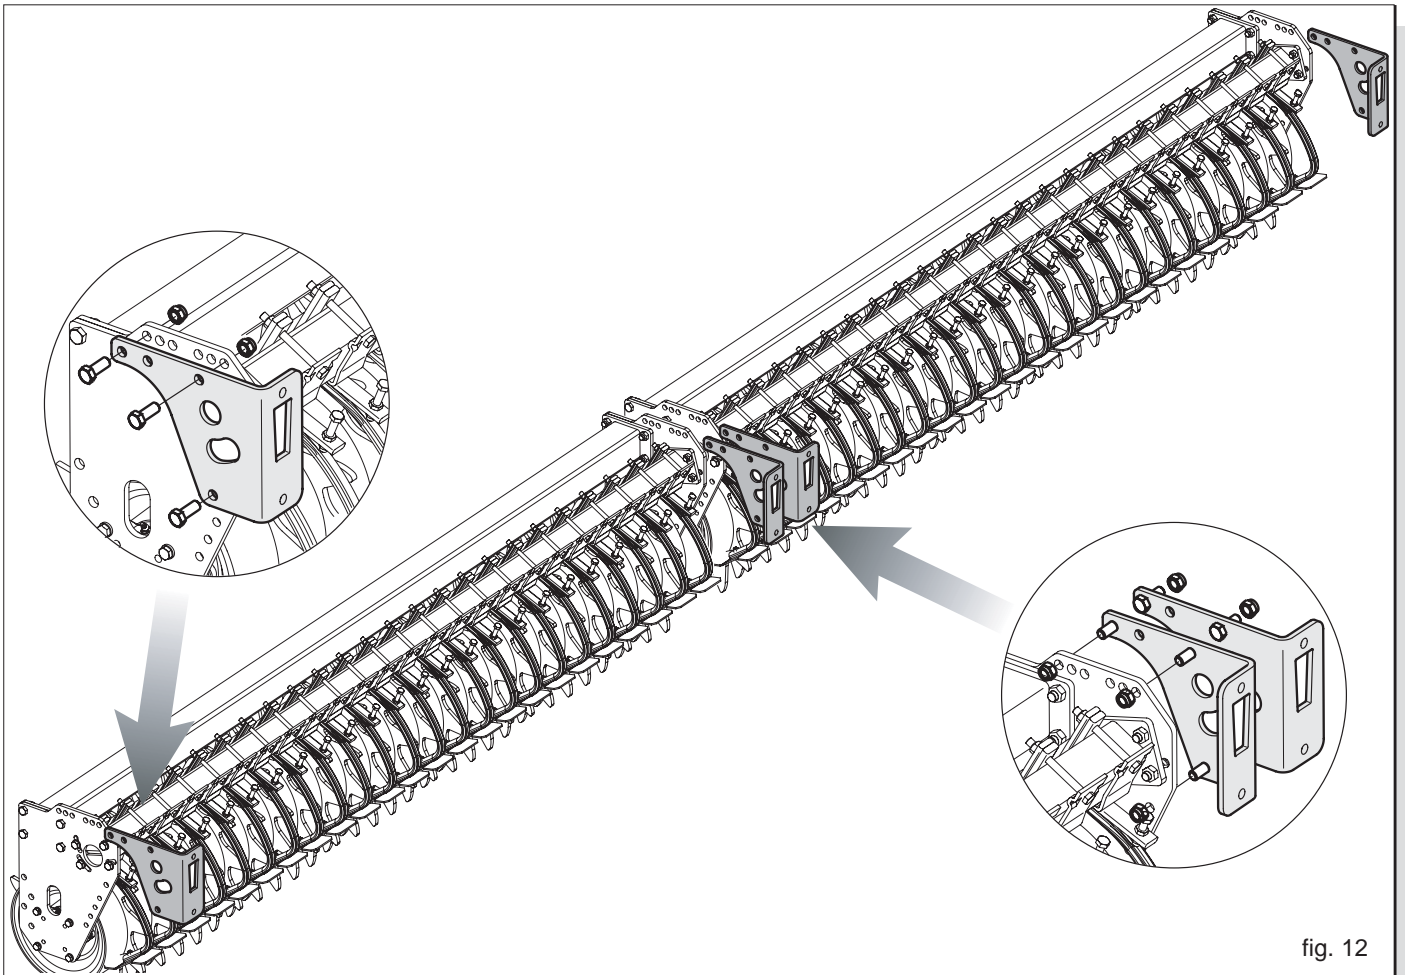

fig. 12
- 2) Die vier Halterungen der Sästange an der hinteren Rolle der Kreiselegge anbringen (Abb. 12).